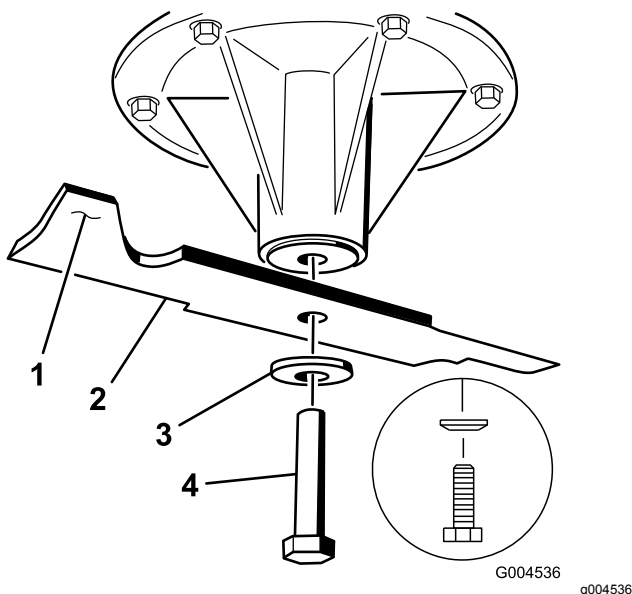

Figura 101
1. Instale la cuchilla en el eje (Figura 101).
2. Instale la arandela de muelle y el perno de la cuchilla (Figura 101).
Nota: El cono de la arandela de muelle debe estar orientado hacia la cabeza del perno (Figura 101).